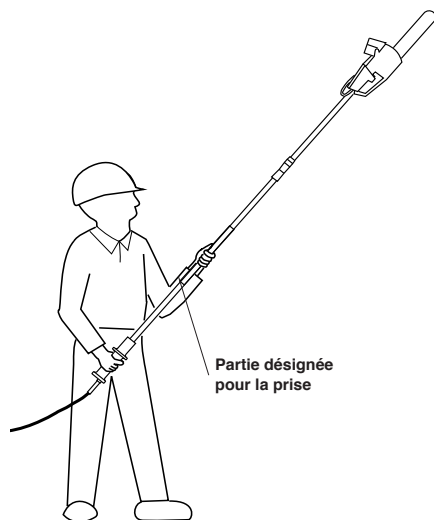

Figure 19 - Parties désignées pour la prise
2. Servez-vous de vos deux mains pour saisir la scie à perche. Ne saisissez que les parties désignées pour la prise pour utiliser la scie à perche (voir Figure 19). Votre prise doit être ferme. Le pouce et les doigts doivent être complètement refermés sur la perche et la poignée.